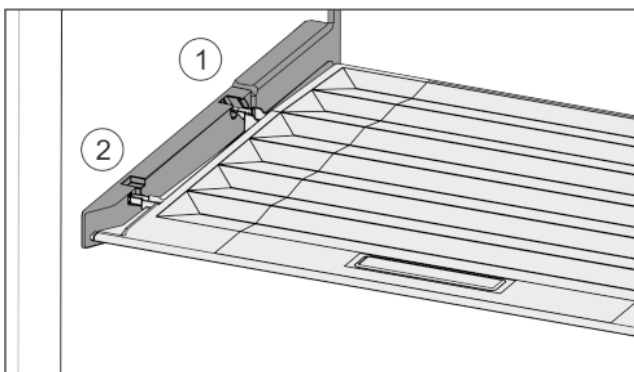

Fig. 36
- ▶ Пъхнете шийките на капака през отвора в задния държач Fig. 36 (1) и фиксирайте отпред в държача Fig. 36 (2).